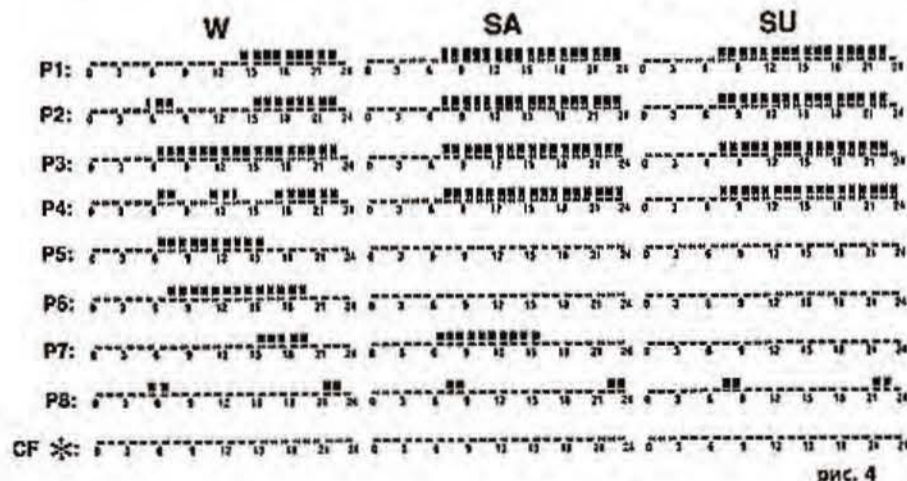

рис. 4
В состав рабочего блока R80 PDE входят точный электронный термостат и электронный таймер на 7 программ (Смотри рисунок 4).
3.3 ОПИСАНИЕ ПРОГРАММ- Рис.4